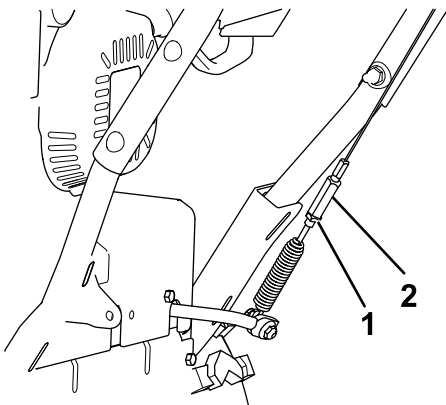

**Bild 28**
3. Kuppeln Sie den Räumwerk- bzw. Antriebsradhebel aus und stellen Sie sicher, dass der Abstand zwischen dem Schneckenkupplungsarm und dem Rahmen der Maschine 1,5 mm beträgt, wie in Bild 28 dargestellt.